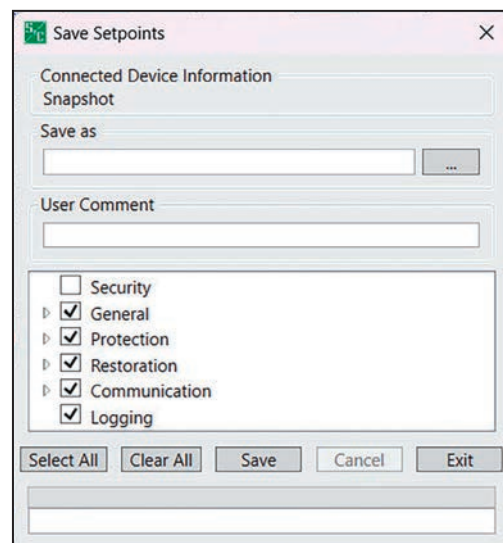

Figura 20. La ventana de diálogo Guardar Ajustes.
- PASO 2.** En la ventana de diálogo Guardar Ajustes, haga clic en el botón **Select All (Seleccionar Todo)** seguido del botón **...**. Ver Figura 20. Se abrirá la pantalla del *Explorador de Archivos* de Windows.